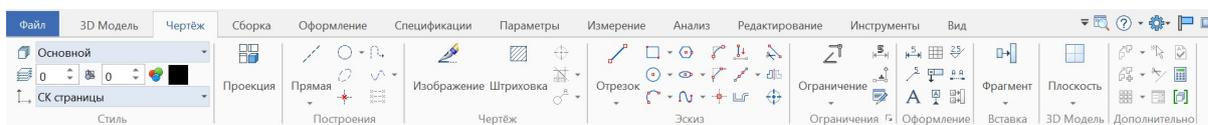

Рис. 12
– **Чертеж** (рис. 12) – инструменты для создания и редактирования плоских эскизов, на базе которых затем формируются 3D-элементы, в том числе различные вспомогательные построения, черчение основных линий, формирующих эскиз, добавление ограничений на элементы эскиза (например, «приказать» удерживать отрезки взаимно перпендикулярными или параллельными), работа с размерами и обозначениями, с готовыми фрагментами чертежей, добавление вспомогательных 3D-элементов и некоторые дополнительные команды;